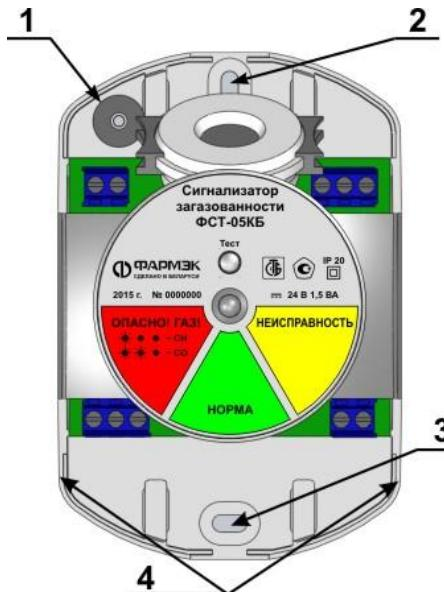

Рисунок 5.1
5.4.2. Способ крепления (1) без снятия крышек применяется, когда ФСТ-05КБ поставляется с установленным шнуром питания, и нет необходимости в подключении исполнительных устройств. Сигнализатор надевается на ввернутый шуруп через верхнее крепежное отверстие с расширением (поз.2 рис. 5.1.).
- 3) закрепить БП ФСТ-05КБ на вертикальной поверхности; для крепления используются 1 шуруп, крепить через верхнее крепежное отверстие с расширением (поз.2 рис. 5.1.);
- 2) выполнить действия по пункту (2) раздела 5.4.3;
- 3) закрепить БП ФСТ-05КБ на вертикальной поверхности; для крепления используются 2 шурупа, расстояние по вертикали между крепежными отверстиями поз.2 и поз.3 указанных на рис. 5.1 составляет 104 мм;
- 4) выполнить действия по пунктам (4) и (5) раздела 5.4.3;
- 5) присоединить измерительную головку; для этого установить измерительную головку на плоскости основания прибора (поз. 4 рис. 5.1.) и двигать ее к БП ФСТ-05КБ до защелкивания.